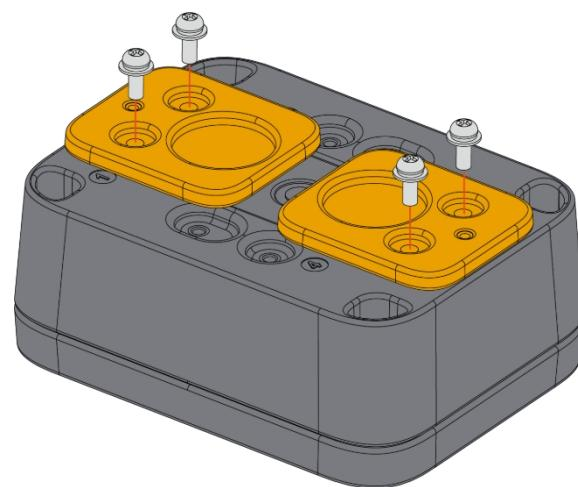

Abbildung 27: Befestigung der Magnethalterung am Gehäuse
2. Befestigen Sie die mit dem Buchstaben **G** gekennzeichnete Magnethalterung mit einer (1) bis zwei (2) M3*8-mm-Kopfschrauben mit Unterlegscheibe am WisBlock Unify-Gehäuse. Platzieren Sie sie an den festen Positionen Nr. **1 und 3** des Gehäuses, wie in **Abbildung 27** dargestellt.